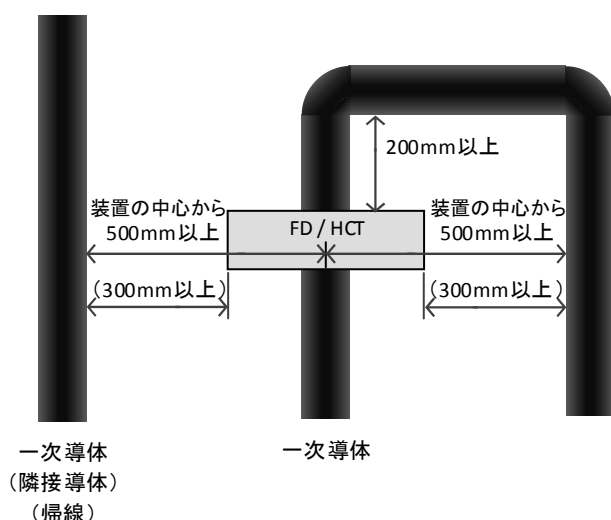

図 28. 隣接導体および帰線との離隔距離推奨値
- (2) 一次導体の正電流方向と装置側面に表示されている「電流方向」矢印を合わせて取り付けして下さい(図 28)。
- (3) FD および HCT と周囲の導体は絶縁上十分な離隔をとって設置して下さい。一次導体が電流検出器の貫通穴側面に触れないように設置して下さい。
- (4) 装置の精度を保証するための離隔距離推奨値を図 28 に示します。